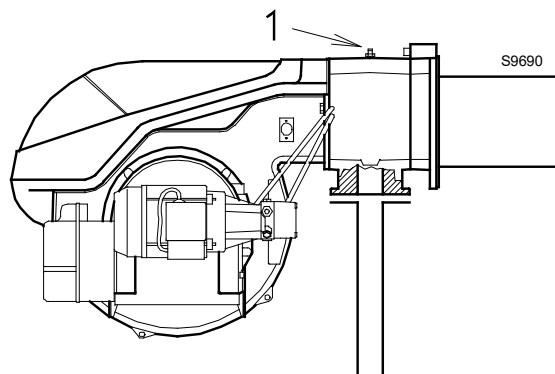

Рис. 26
Давление газа, измеренное на штуцере 1) (Рис. 26), с:
- Отнимите от давления газа на штуцере 1) (Рис. 26) давление в камере сгорания.
Давление газа на штуцере 1) (Рис. 26) = 11,2 мбар
Чтобы узнать давление газа на штуцере 1)(Рис. 26), при рабочей мощности горелки, работающей на 2-ой ступени:
- Посмотрите справа в столбце 1 давление на штуцере 1)(Рис. 26).
необходимое давление на штуцере 1)(Рис. 26).